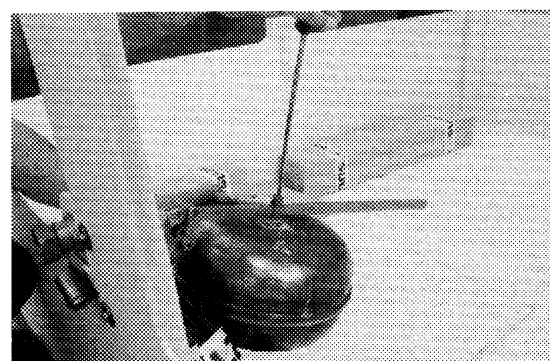

Fig. 26
- b) Float valve regulation: If it is necessary to regulate the position of the float valve, loosen the float screw and shift the valve until the desired position, according to figs 26 and 27.
- b) Réglage de la vanne à flotteur: Si on désire régler la position de la vanne à flotteur relâcher la vis de la valve et déplacer celle-ci jusqu'à la position désirée comme il est indiqué sur les figures 26 et 27.